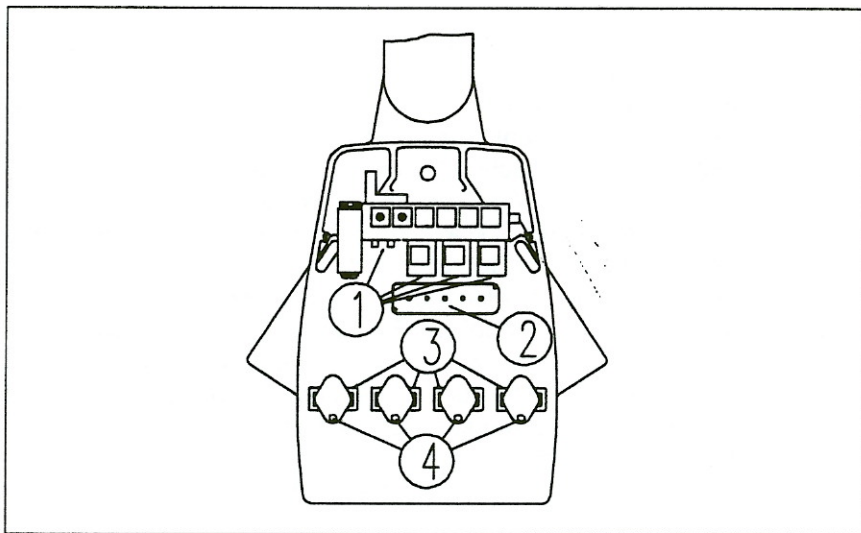

Abb. 6. Instrumententräger ohne Verkleidung.
Siehe Abb. 6.
Siehe Abb. 6 (2).